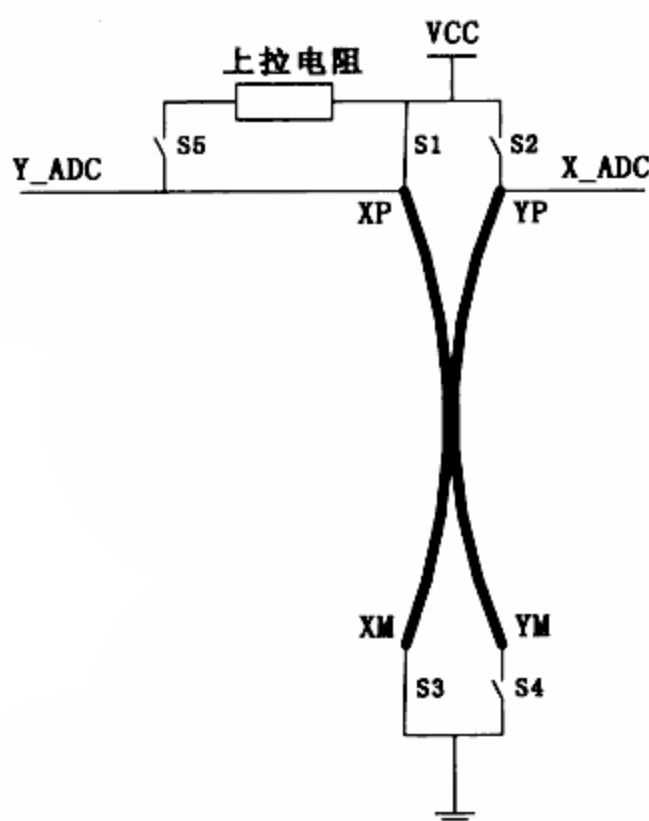

图 14.6 读取 x 坐标时的等效电路
(2) 采样 X_ADC 电压, 得到 x 坐标, 等效电路如图 14.6 所示。